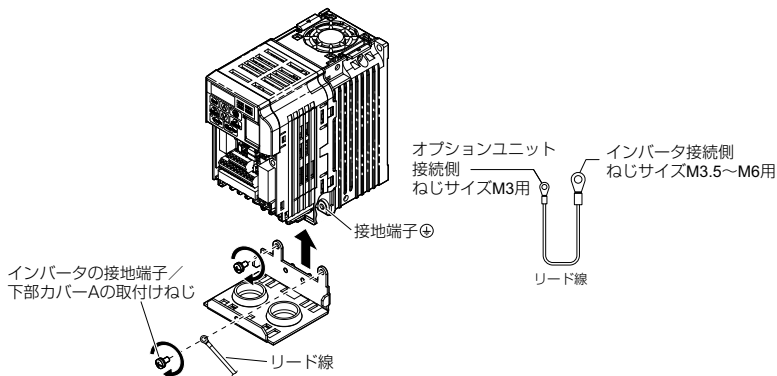

図 12 下部カバー A の取付け及びリード線の接続
8. 閉鎖壁掛形 (NEMA Type1) のインバータ (CIMR-V□BA0001F ~ BA0003F, 2A0001F ~ 2A0006F) の場合、図 12 を参照して、リード線のインバータ接続側をインバータの接地端子に接続してから、下部カバー A をインバータに取付けます。